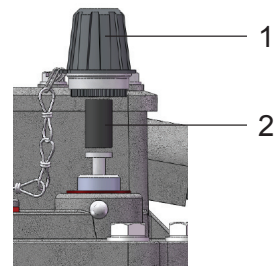

Bild 8 - Transportsicherung
- Große Hutmutter (Bild 8/1) abschrauben
- Transportsicherung (Bild 8/2) aus großer Hutmutter herausnehmen